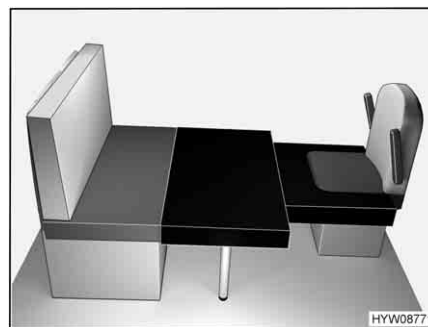

Fig. 69 Dopo la trasformazione
- Posizionare il cuscino aggiuntivo rettangolare davanti al cuscino del sedile del divano, sul tavolo, come illustrato nella Fig. 69.